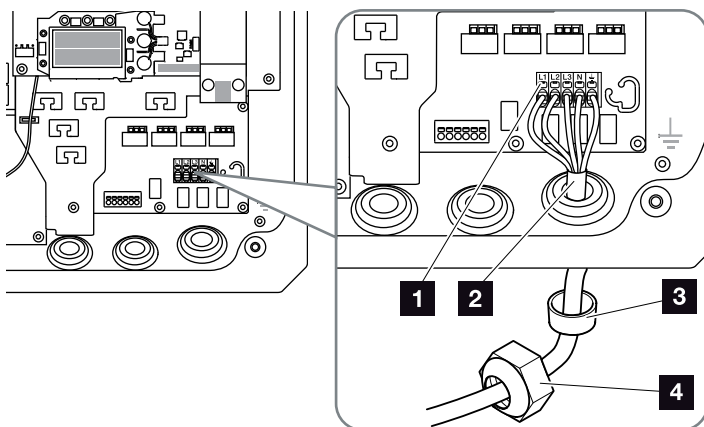

Fig. 31: Tilslutning af nettiledningen ved vekselstrømsomformeren
7. Tilslut nettilledningens årer til AC-klemmen iht. påskriften.   **Fig. 31, pos. 1**